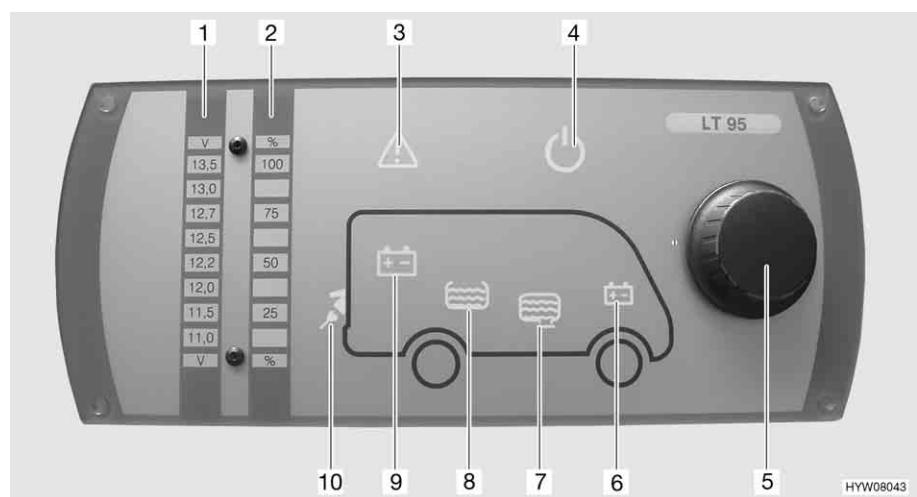

Fig. 115 Pannello di controllo (LT 95)
Il pulsante a rotazione (Fig. 115,5) inserisce o disinserisce il pannello di controllo e l'alimentazione a 12 V dell'abitacolo.
- Premere il pulsante a rotazione (Fig. 115,5): L'alimentazione a 12 V dell'abitacolo è inserita. La spia di controllo a 12 V (Fig. 115,4) diventa verde.
- Premere il pulsante a rotazione (Fig. 115,5): L'alimentazione a 12 V dell'abitacolo è disinserita. La spia di controllo a 12 V (Fig. 115,4) si spegne.
Mediante il pulsante a rotazione (Fig. 115,5) si possono interrogare sia la tensione della batteria dell'abitacolo che la tensione della batteria di avviamento. La tensione viene visualizzata sulla scala indicatore per la tensione della batteria (Fig. 115,1).
- Ruotare il pulsante a rotazione (Fig. 115,5), finché si accende il simbolo della batteria della quale deve essere interrogata la tensione.
Viene indicata la tensione della batteria dell'abitacolo (Fig. 115,9)
Viene indicata la tensione della batteria di avviamento (Fig. 115,6)
- Leggere la tensione sulla scala indicatore della tensione della batteria (Fig. 115,1).
Mediante il pulsante a rotazione (Fig. 115,5) si possono interrogare sia il livello del serbatoio dell'acqua che il livello del serbatoio delle acque grigie. Il livello viene visualizzato sulla scala indicatore livello dei serbatoi (Fig. 115,2).
- Ruotare il pulsante a rotazione (Fig. 115,5), finché si accende il simbolo del serbatoio del quale deve essere interrogato il livello.
Viene indicato il livello del serbatoio dell'acqua (Fig. 115,8)
Viene indicato il livello del serbatoio delle acque grigie (Fig. 115,7)
- Leggere il livello sulla scala indicatore del livello serbatoio (Fig. 115,2).
La spia luminosa Alarm (Fig. 115,3) lampeggia non appena i valori limite fissati vengono superati per eccesso o per difetto.
Allarme batteria La spia luminosa Alarm (Fig. 115,3) lampeggia non appena la tensione della batteria scende al di sotto di 11 V. Se l'alimentazione a 12 V è accesa, si accende anche il relativo simbolo della batteria (Fig. 115,6 o 9), e l'indicatore "11,0" sulla scala indicatore della tensione della batteria (Fig. 115,1) lampeggia. Rischio di uno scaricamento totale della batteria.
Allarme serbatoio La spia luminosa Alarm (Fig. 115,3) lampeggia ed il relativo simbolo del serbatoio (Fig. 115,7 o 8) si accende non appena il serbatoio dell'acqua è vuoto o il serbatoio delle acque grigie è pieno.
La spia di controllo a 230 V (Fig. 115,10) si accende quando all'ingresso della centralina elettrica è presente una tensione di rete.